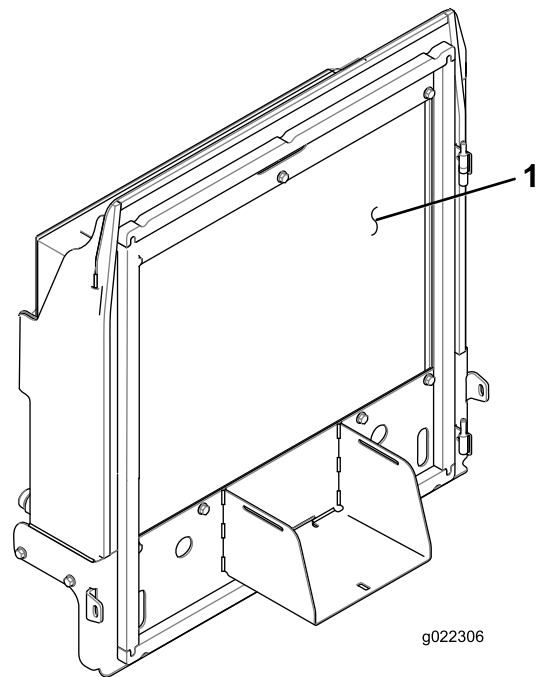

Bild 69
4. Reinigen Sie beide Seiten des Kühlers bzw. Ölkühlers (**Bild 69**) gründlich mit Druckluft.